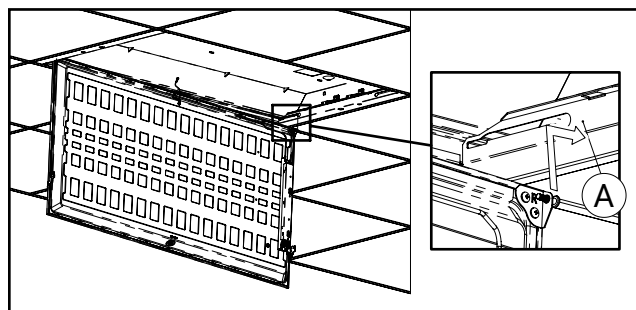

Figure 8a.
- Insérez la vis d'épaulement droite au début de la rainure de clavette la plus éloignée sur le rail d'ancrage droit (fig. 8a).